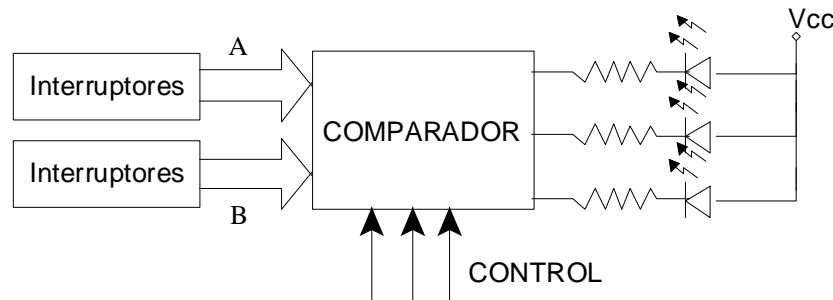

Figura 2. Diagrama de bloques del montaje del comparador.
**Sin desmontar el circuito anterior**, y utilizando los mismos datos (microinterruptores) para introducir la entrada, monte el circuito del comparador indicado en la figura 2. Hay que considerar que, para que los datos introducidos en el multiplexor y en el comparador sean los mismos, los cablecillos que en el multiplexor vayan al dato A (o al B), en el comparador también deben ir al dato A (o B). Además, deben ir en el mismo orden. para ello tendremos en cuenta que en las hojas de características de ambos componentes se utiliza diferente nomenclatura: en el comparador el bit de menor peso es  $A_0$  mientras que en el multiplexor es  $A_1$ , y así sucesivamente.